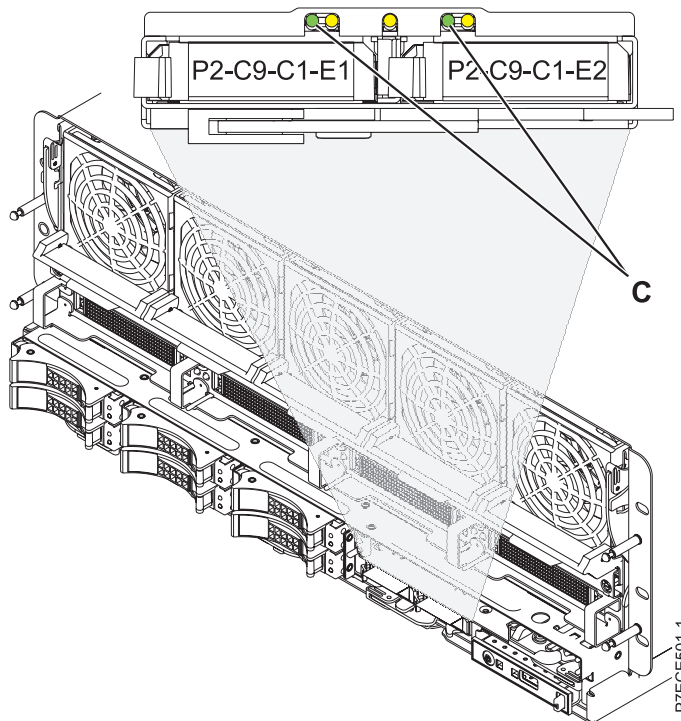

Figure 7. Voyants de batterie de cache
Avvertissement : Ne retirez pas la batterie si le voyant vert (C) dans la figure 7, à la page 15 clignote ; cela signifie qu'il existe des données en cache.